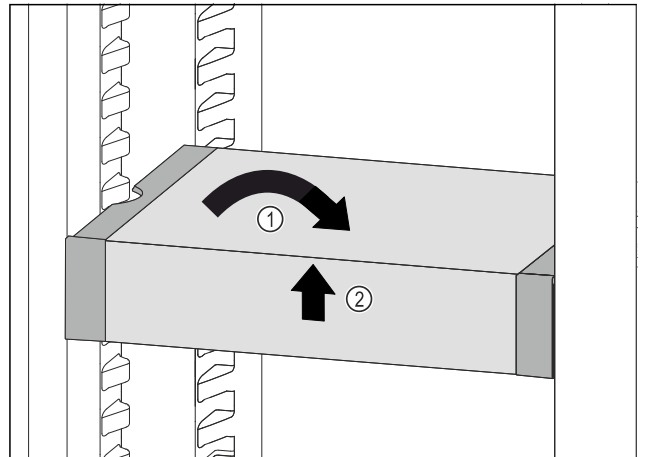

Fig. 120
- ▶ VarioSafe recht zetten. Fig. 120 (1)
- ▶ VarioSafe aan voorkant optillen. Fig. 120 (2)